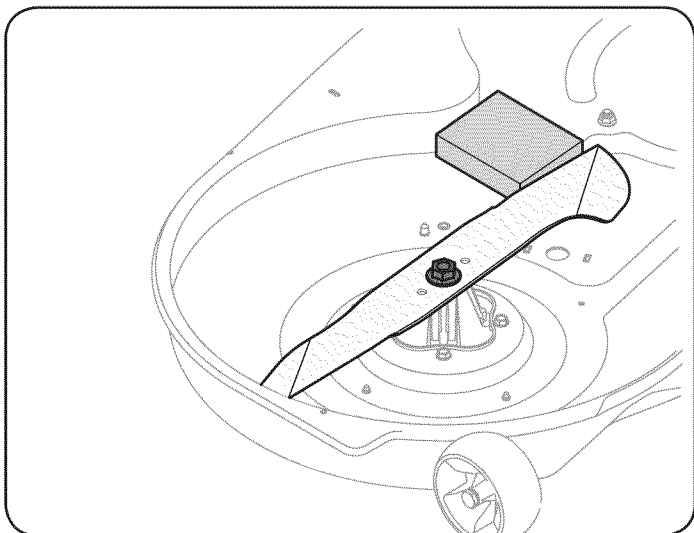

Figura 22
2. Coloque un bloque de madera entre el centro y el deflector de la vivienda cubierta de la cuchilla de corte para actuar como un estabilizador. Véase la figura. 22.
3. Quite la tuerca hexagonal brida que sujeta la hoja a la Asamblea del husillo. Véase la figura. 22.